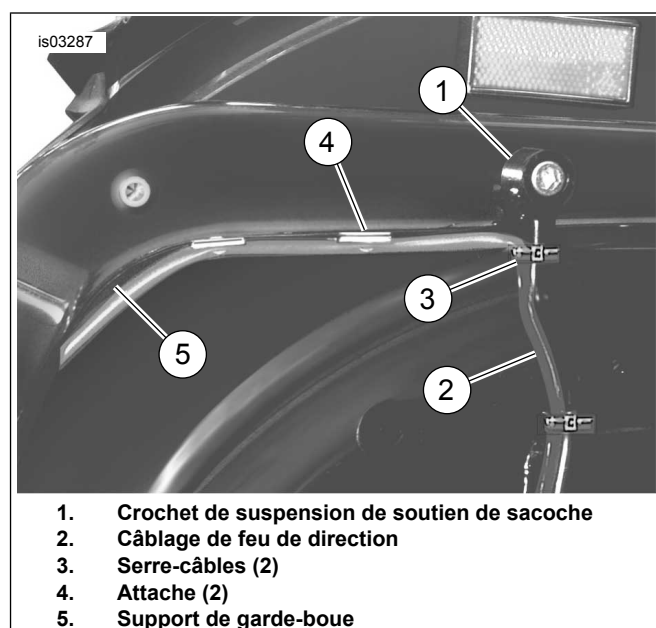
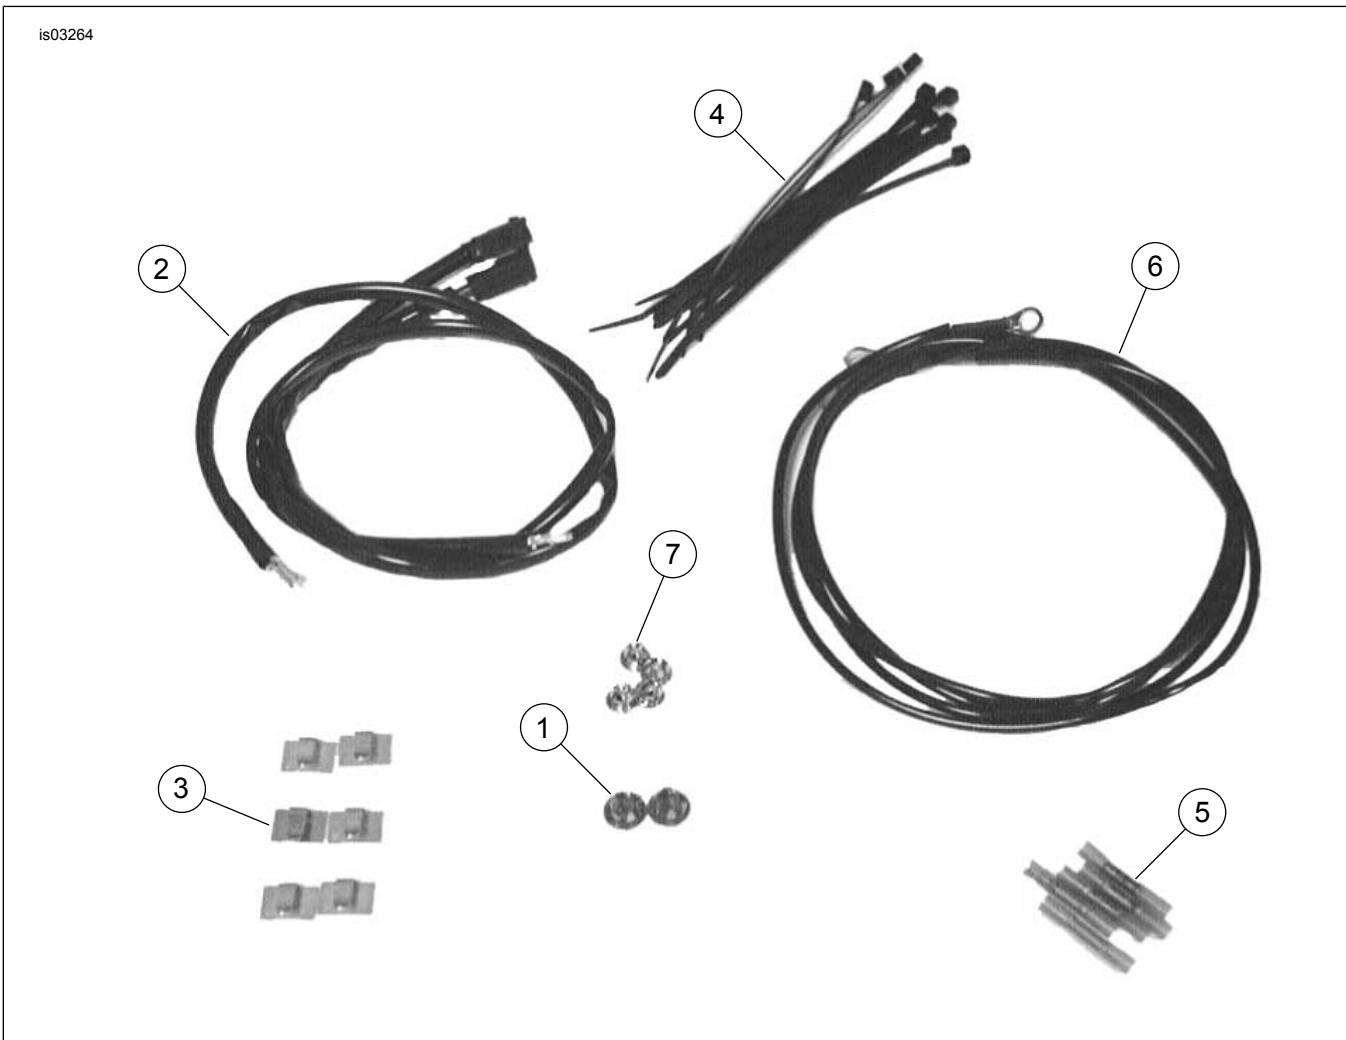

Figure 12. Acheminer le câblage et installer les serre-câbles et les attaches
Figure 19. Pièces détachées : kit de câblage de feu de direction (72509-00)
1. Voir Figure 19. Installer les bornes dans les connecteurs de feu de direction (2 fiches) aux endroits relevés précédemment. Voir CONNECTEURS ÉLECTRIQUES AMP MULTILOCK dans le Manuel d'entretien.
2. Raccorder la partie femelle du connecteur de feu de direction à la partie mâle sur le faisceau de fils (2).
3. Retirer le support d'adhésif des deux attaches (3) et installer sur la plaque de support.
5. Voir Figure 12. Continuer d'acheminer à l'intérieur du crochet de suspension de soutien de sacoche (1) et attacher le câblage de feu de direction (2) au crochet de suspension à l'aide de serre-câbles (3). Couper l'excès de plastique aux extrémités des serre-câbles.
6. Retirer le support d'adhésif de deux attaches (4) et installer au fond du support de garde-boue (5).
- a. Mesurer et couper une section de fil du faisceau de fils (Figure 19, élément 2) fourni dans le kit.
- c. À l'aide de connecteurs bout à bout (Figure 19, élément 5), épisser un cavalier entre le fil d'origine et l'extrémité de borne.